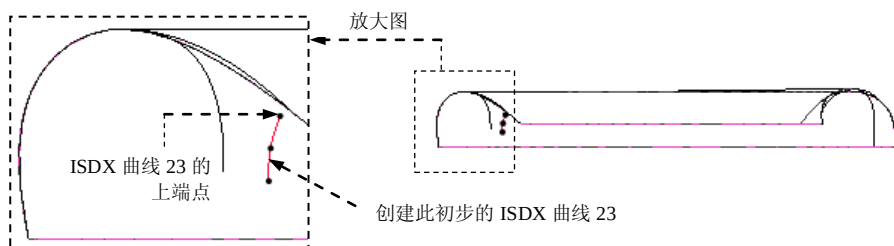

图 8.8.69 创建初步的 ISDX 曲线 23
(2) 设置活动平面。仍然以 RIGHT 基准平面为活动平面。
(3) 创建初步的 ISDX 曲线 23。单击  功能选项卡  区域中的“曲线”按钮 ，在操控板中单击  按钮，绘制图 8.8.69 所示的初步的 ISDX 曲线 23，然后单击操控板中的  按钮。
(4) 编辑初步的 ISDX 曲线 23。单击  按钮，选择 Course_v5 视图。单击  功能选项卡  区域中的“曲线编辑”按钮 ，选取图 8.8.69 中初步的 ISDX 曲线 23。